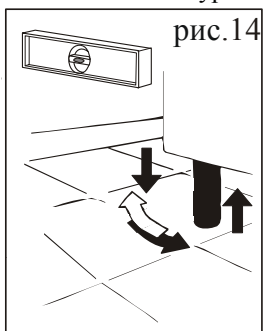

рис.14
- Установить уровень машины посредством регулирования ножек. (рис. 14)
- В случае наличия понизителей 72 кг и 144 кг регулировать рукоятку, смещая шайбы до или после планки. (рис. 14а)
рис.14а